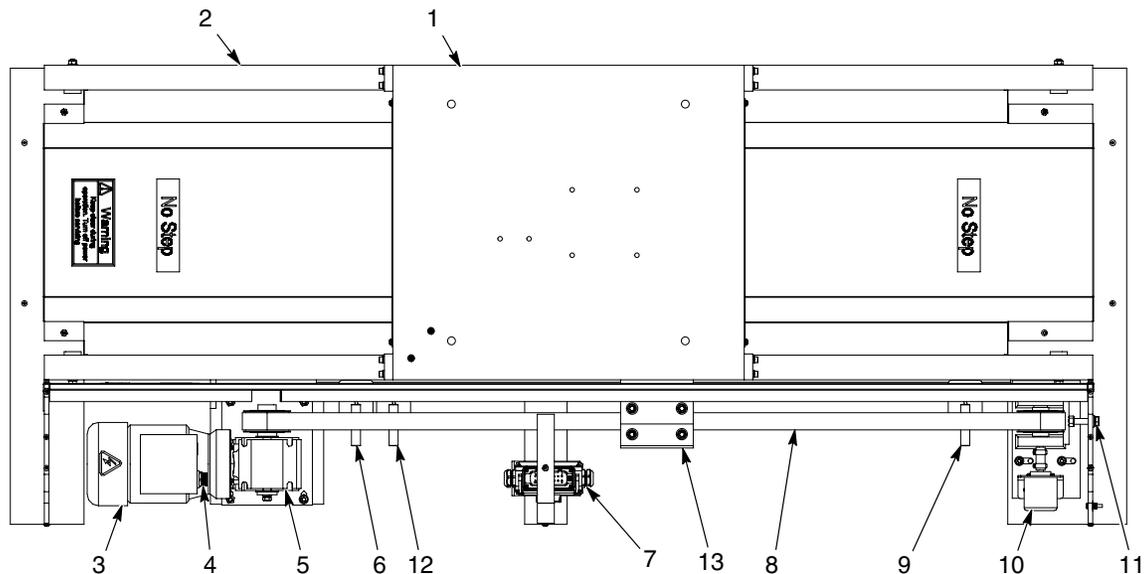

Abb. 2 Komponenten des Positionierers
Siehe Abbildung 2. Ein vertikales Oszillationshubwerk, Pistolenhubwerk oder fester Pistolenständer ist direkt mit dem Wagen (1) verschraubt. Der Wagen ist am Riemen (8) angebracht. Motor (3) und Untersetzungsgetriebe (5) treiben den Riemen, der die Sprühpistolen in die Kabine und heraus bewegt. Der Riemen läuft um die Laufrollen an den Enden des Positionierers.
Den Sensor rechts vom hinteren Sensor (Abb. 2, Pos. 12) montieren und das Kabel durch den Sensormontagekanal zum Sensor-/Drehimpulsgeberstecker (Abb. 2, Pos. 7) verlegen. Die Abstand zwischen Sensor und Sensorplatte (Abb. 2, Pos. 13) sollte etwa 3 mm betragen.